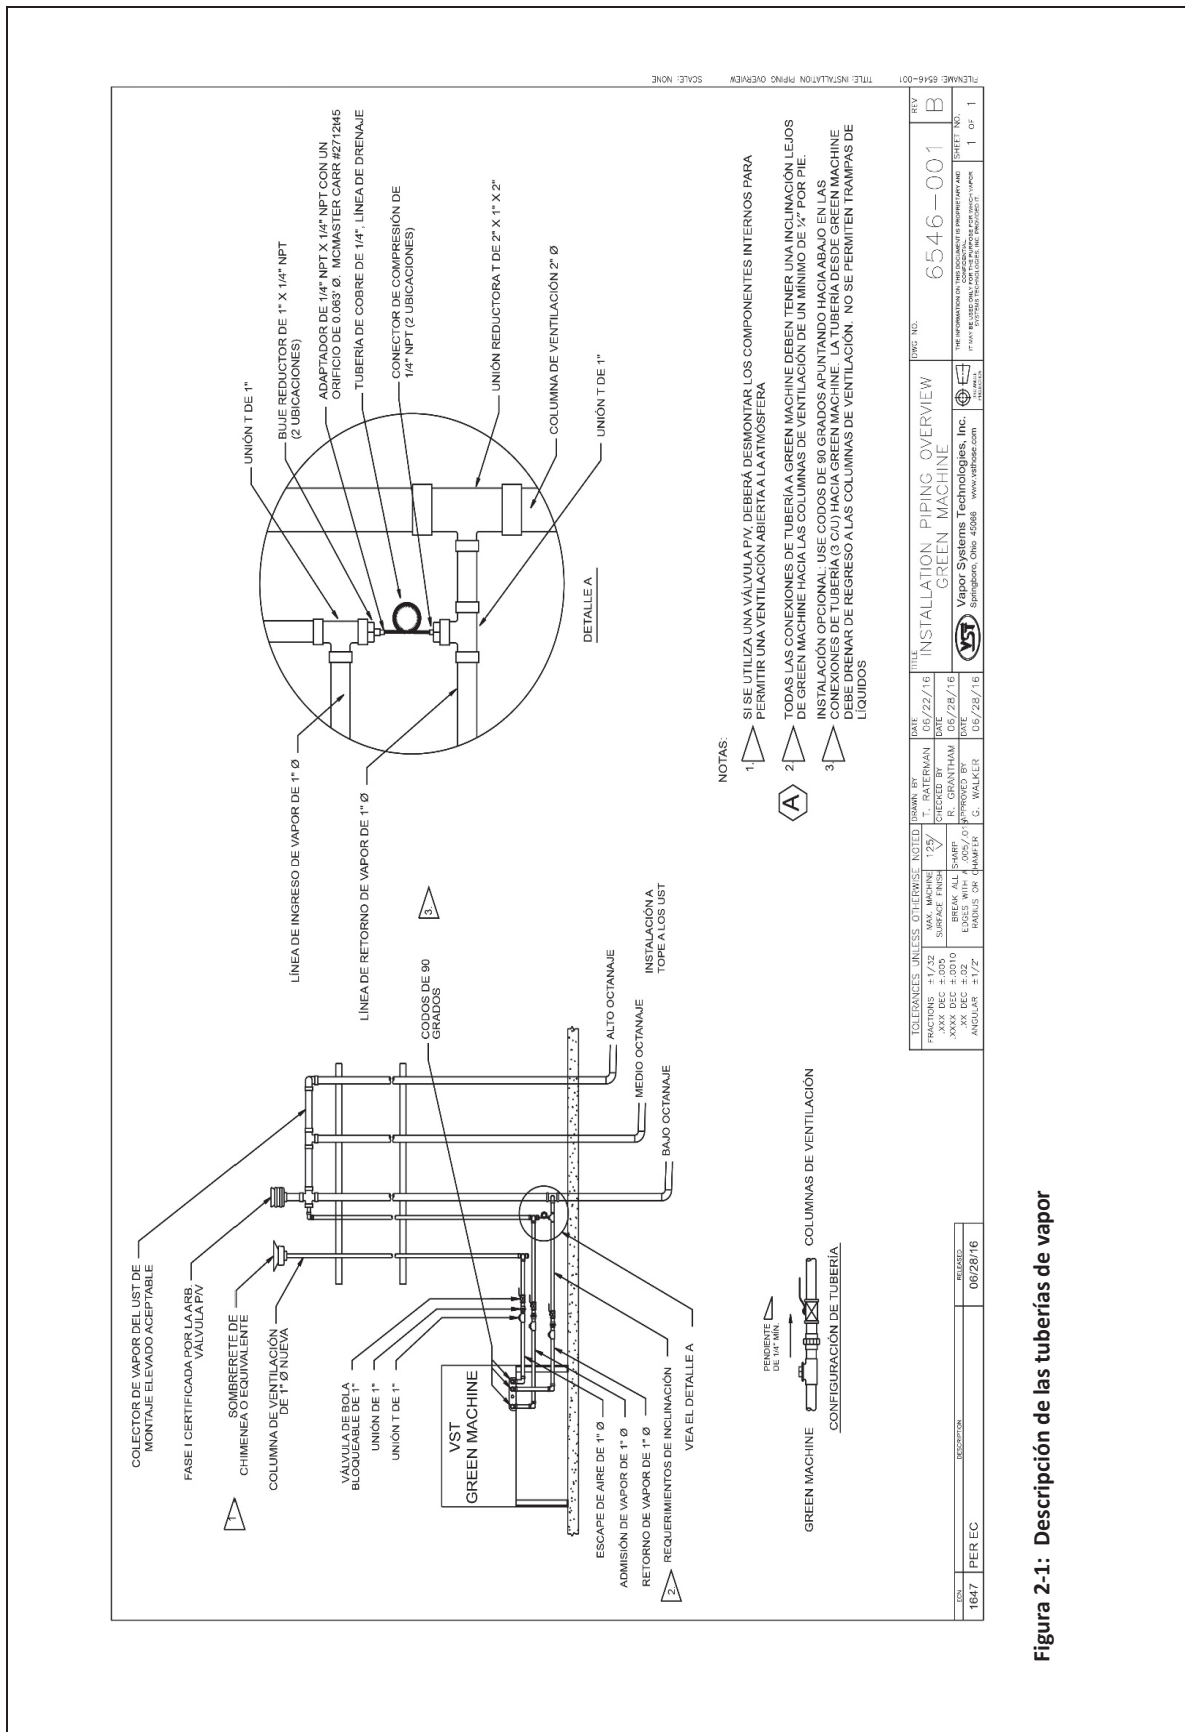

Figura 2-1: Descripción de las tuberías de vapor
- La línea de drenaje de ¼" de diámetro con el adaptador provisto debe instalarse según la **Figura 2-1**.
- Instale una tubería de entrada de vapor de 1" y una tubería de retorno de vapor de 1" como se muestra en la **Figura 2-1** desde las conexiones de entrada de vapor y retorno de vapor en GREEN MACHINE a una línea de venteo existente.
- Desde la línea de venteo, instale la válvula de bola de bloqueo de 1", luego la unión de 1" y luego la conexión en T de 1". **Vea la Figura 2-1.**
- La tubería de 1" debe inclinarse hacia afuera de la GREEN MACHINE un mínimo de ¼" por pie. **Vea la Figura 2-1.**
- Desde la línea de venteo, instale la válvula de bola de bloqueo de 1", luego la unión de 1" y luego la conexión en T de 1" como se muestra en la **Figura 2-1.**